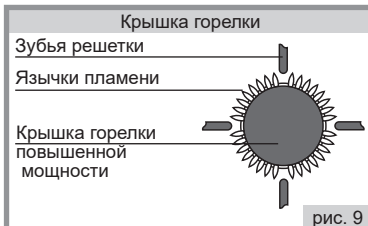

рис. 9
■ Для снижения обгорания эмали на зубьях решётки необходимо ориентировать крышку горелки повышенной мощности (большая горелка) относительно зубьев решетки согласно рисунку (рис.9).